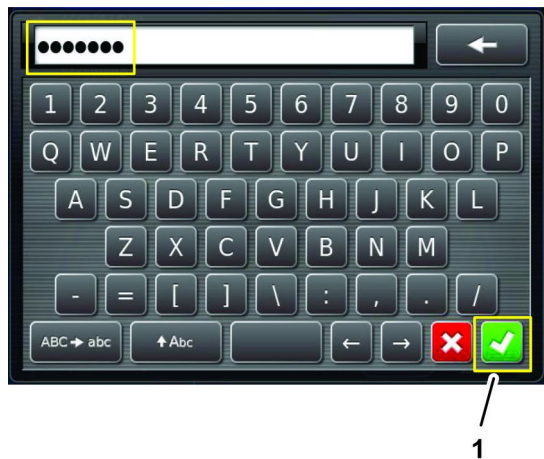

Figura 282
6. Utilice el teclado en pantalla para introducir la contraseña que recibió en el paso 1, y pulse el icono Confirmar (Figura 282).